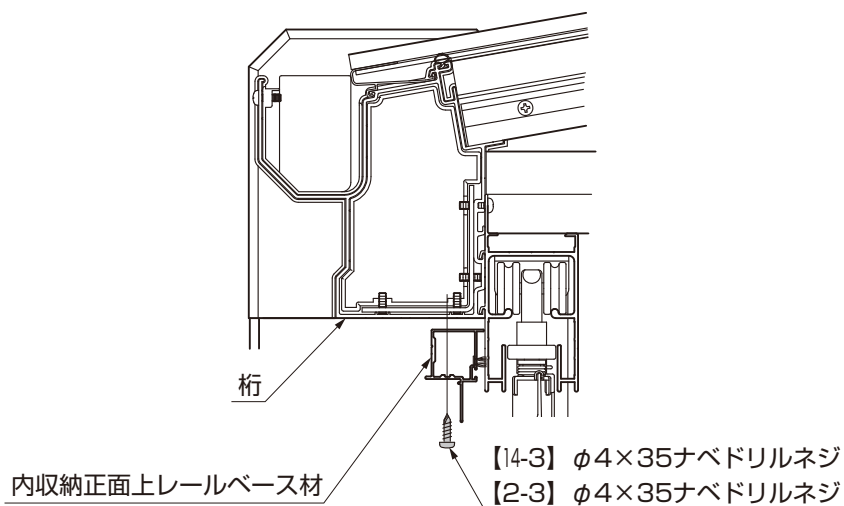

図3-7
- 内収納正面上レールベース材は折戸パネル上レールに当てて位置出ししてください。（図3-7参照）